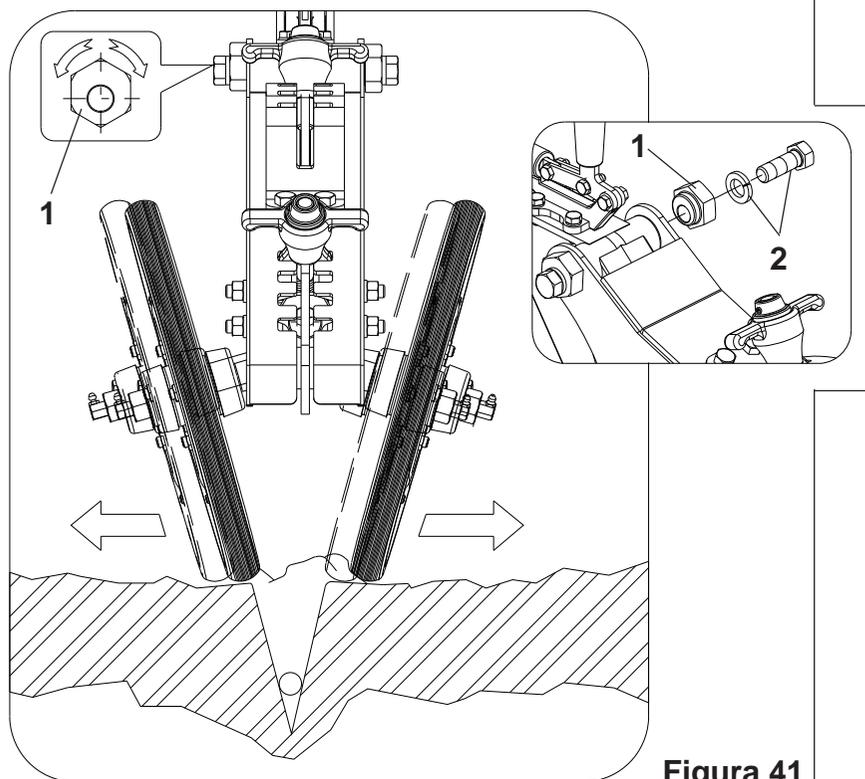

Figura 41
11 - Para deslocamento horizontal das rodas, as mesmas foram desenvolvidas com buchas excêntricas (1), para esta regulagem solte os parafusos (2) gire as referidas bucha (1), com uma chave para atuação das rodas e alinhamento das mesmas com sulco, posicionando maior ou menor quantidade de solo lateralmente a semente. **Figura 41.**